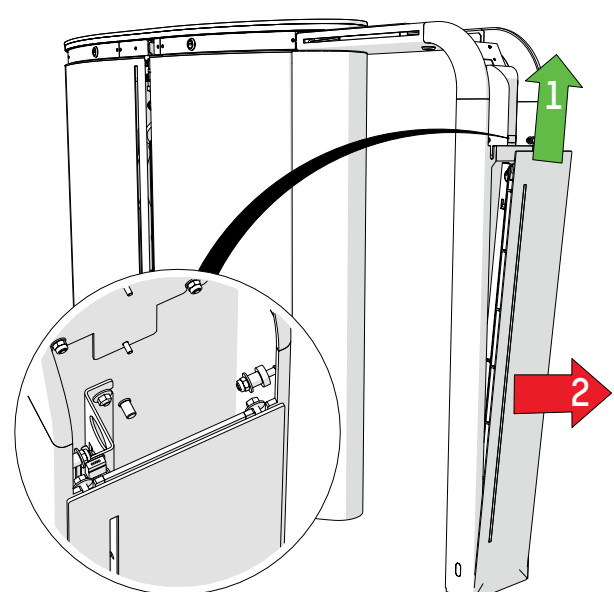

Fig. 81 - Demontera fronten
3. Ta bort förlängningens frontpanel (⇒ Fig. 81):
4. Ta bort förlängningens frontpanel (⇒ Fig. 81, page 72):